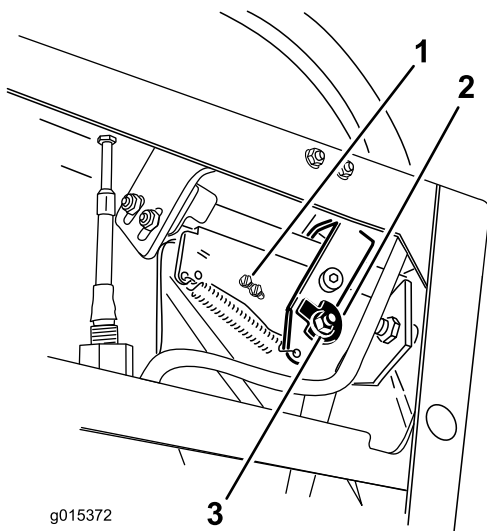
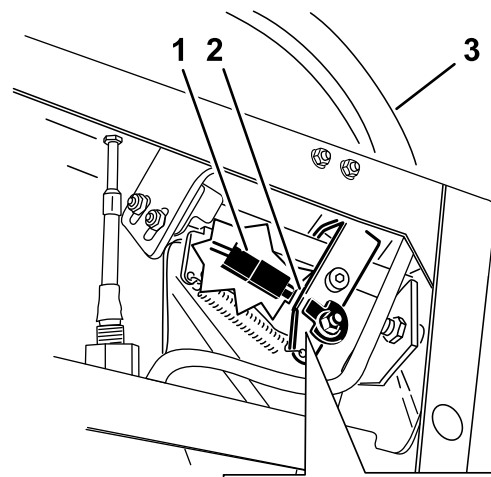

図 68
図 69
7. カムを固定しているナットとボルトをゆるめる (図 68)。
10. 図 69 に示されている、コントロールレバーとスイッチとのすき間を点検する。すきまが 3mm あることが必要である。測定は、右側コントロールレバーがニュートラルでロックを解除した位置にある状態で行う。
11. 必要に応じてスイッチを固定しているネジをゆるめてスイッチの位置を調整する（図 68と図 69）。